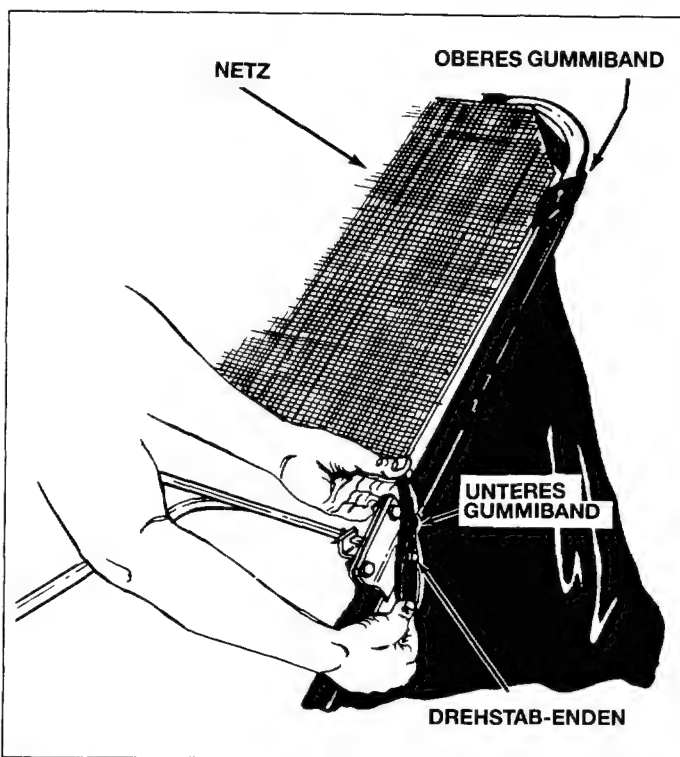

Bild 27
17. Das Netz über dem Behälterrahmen anbringen, indem man die Gummibänder über die Ecken und über die Enden des Drehstabes stülpt. Siehe Bild 27.